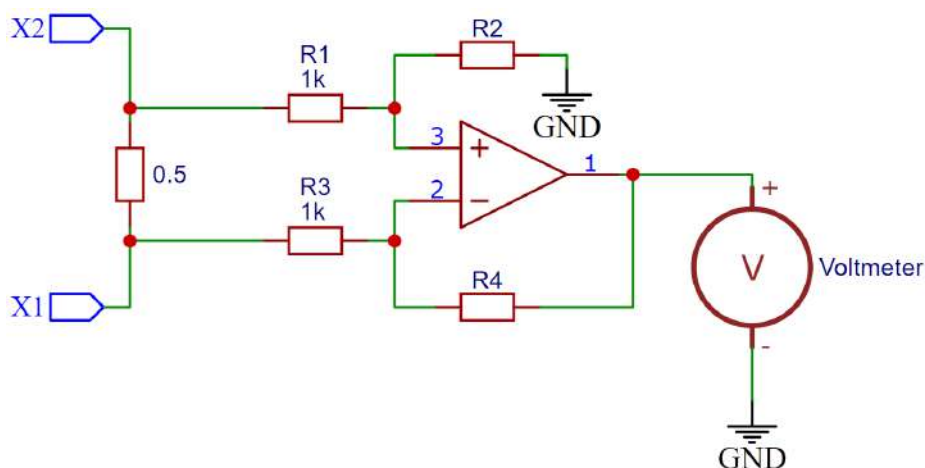

Рис. 7. Шунт с усилителем и вольтметром
14. Для измерения тока используется шунт – резистор с сопротивлением 0.5 Ом. К контактам шунта подключен вольтметр с усилителем (рис. 7).